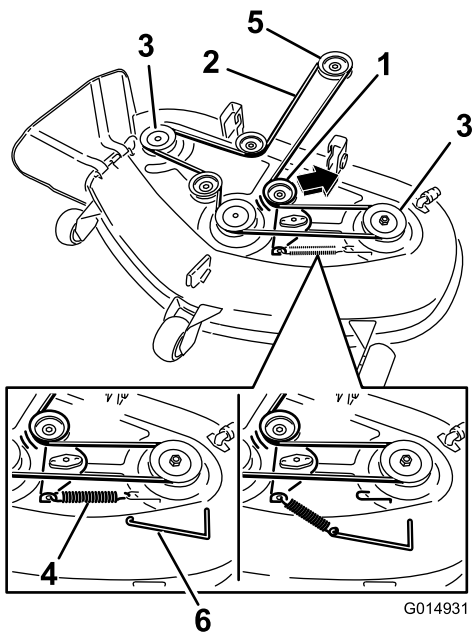

**Figura 56**
5. Usando una herramienta para la retirada de muelles (Pieza Toro N° 92-5771), retire el muelle tensor del gancho de la carcasa para eliminar la tensión de la polea tensora, y retire la correa de las poleas (Figura 56 y Figura 57).